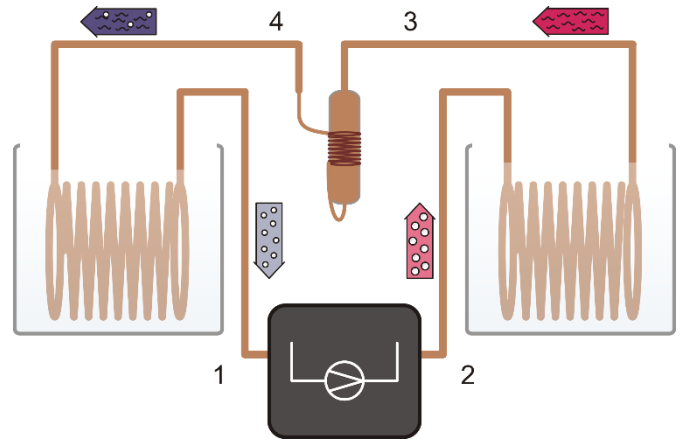
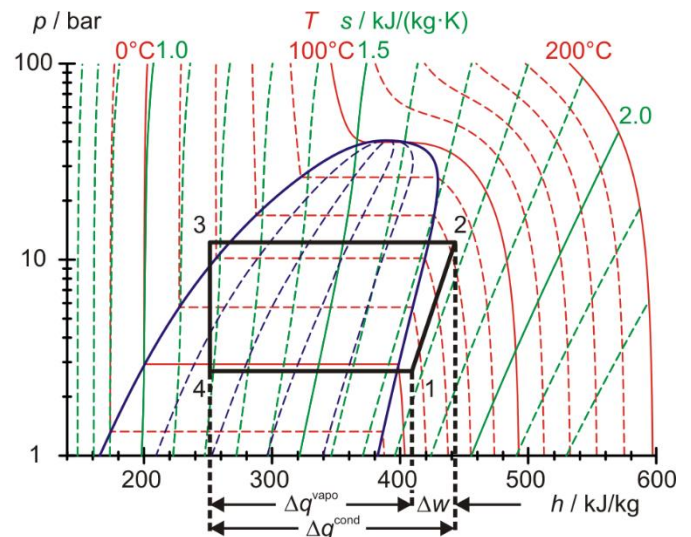

Fig. 2: Representação esquemática da bomba térmica com compressor (1, 2), condensador (2, 3), válvula de expansão (3, 4) e evaporador (4, 1)
Fig. 3: Representação do processo circular ideal da bomba térmica no diagrama de Mollier.
Para a compressão, o meio de trabalho gasoso é sugado pelo compressor, comprimido, sem alteração da entropia ($s_1 = s_2$), de p_1 para p_2 comprimido e sobreaquecido, vide Fig. 2 e Fig. 3. Por isto, a temperatura sobe de T_1 para T_2 . Por unidade de massa, é realizado o trabalho de vedação mecânico $\Delta w = h_2 - h_1$.
- Grampear respectivamente um sensor de temperatura (local de medição 1 na Fig. 2), atrás do compressor (local de medição 2), antes da válvula de expansão (local de medição 3) e atrás da válvula de expansão (local de medição 4) no tubo de cobre e conectar nas entradas analógicas A1, A2, A3 e A4 do VinciLab.